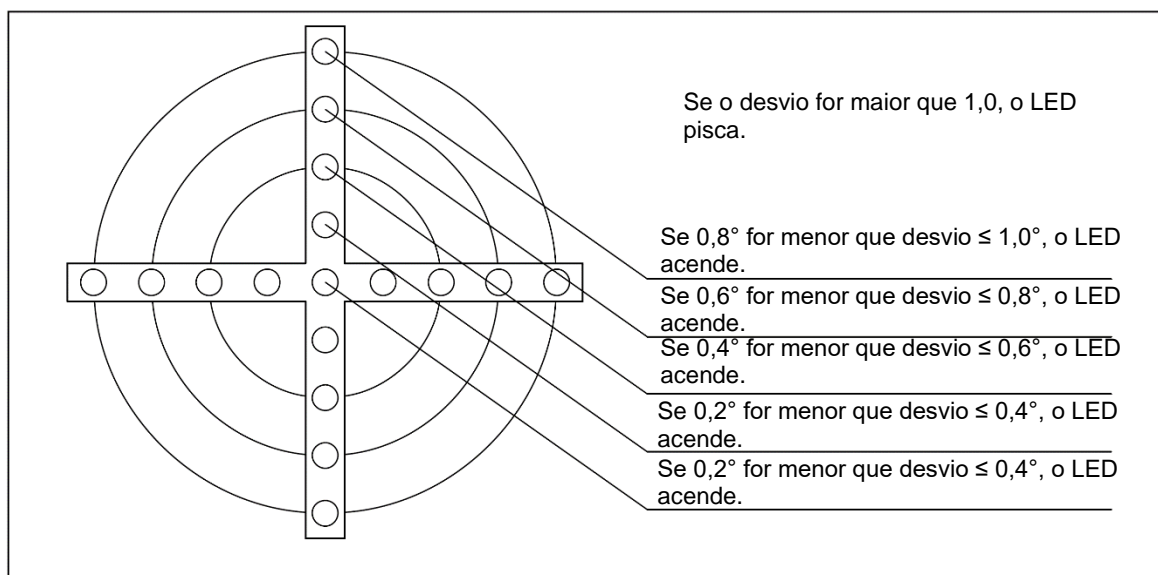

Figura 3-62 Inclinômetro
- h) Examine se o guindaste está nivelado com o inclinômetro (consulte a Figura 3-62). O ângulo de inclinação não deve ser superior a 0,2°. Pressione os botões para alinhar o guindaste horizontalmente. Se o veículo não estiver na horizontal, recolha ou estenda a patola para nivelar o guindaste.